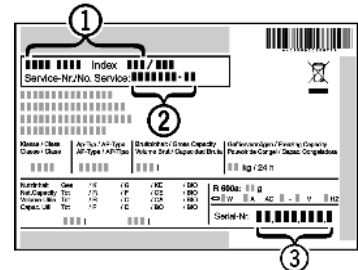

Fig. 20
- ▶ A készülék megnevezését Fig. 20 (1), a szerviz- Fig. 20 (2) és sorozatszámot Fig. 20 (3) a típustábláról olvassa le. A típustábla a készülék belsejében baloldalon található.
- ▶ Értse a vevőszolgálatot a hibáról, és adja meg nekik a készülék megnevezését Fig. 20 (1), a szerviz- Fig. 20 (2) és a sorozatszámot Fig. 20 (3).